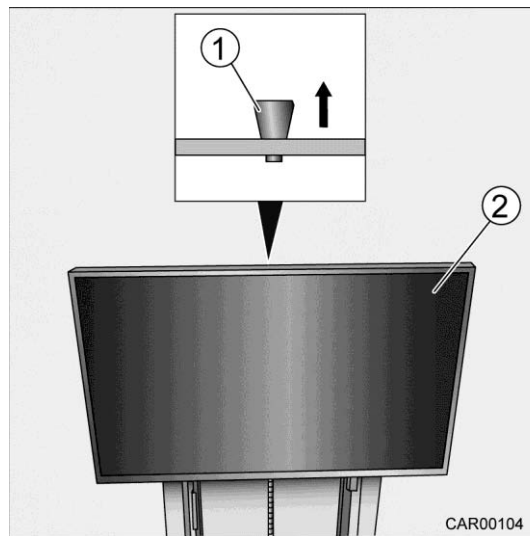

Fig. 149 Pivoter l'écran TV
1. Tirer la poignée (Fig. 149/1) vers le haut jusqu'à ce que l'écran TV (Fig. 149/2) soit déverrouillé.